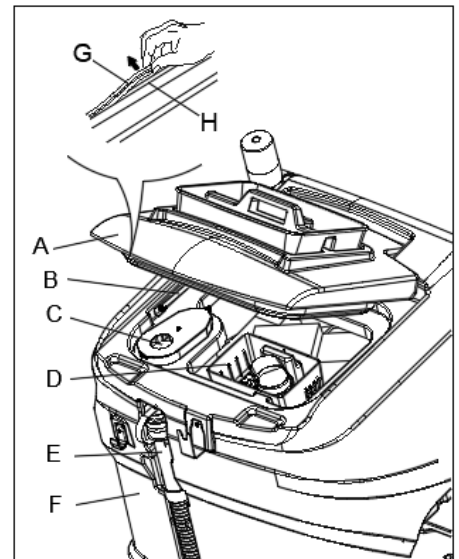

Abb. 19
3. Öffnen Sie den Deckel des Schmutzwassertanks (A, Abb. 19) und stellen Sie sicher, dass die Halterung (B) funktioniert.
4. Reinigen Sie den Deckel (A) des Schmutzwassertanks, den Schmutzwassertank (F), den Saugfilter (C) und den Grobschmutzkorb (D). Entleeren Sie den Schmutzwassertank mit dem Ablassschlauch (E).
6. Prüfen Sie die Kontaktfläche der Dichtungsleiste (G) auf Unversehrtheit und ausreichende Abdichtung. Nehmen Sie die Dichtungsleiste ggf. aus der Rille (H) des Tanks heraus und tauschen Sie sie aus. Bringen Sie die neue Dichtungsleiste (siehe Abb. 19) an. Das Gelenk muss sich wieder im mittleren Bereich befinden.
7. Schließen Sie den Schmutzwassertankdeckel (A).